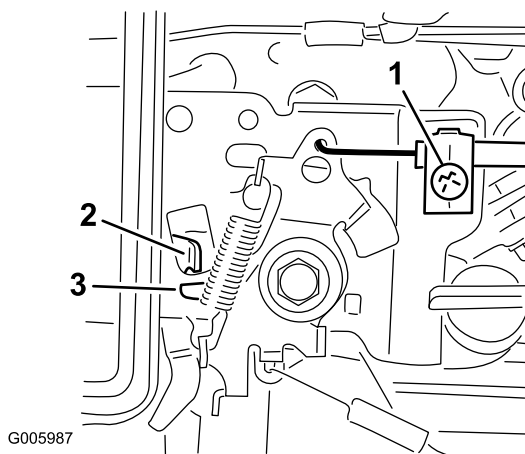

Figura 11
- C. Mueva la palanca del acelerador del motor hasta que la palanca del acelerador apenas toque la palanca del estérter (Figura 11).
- D. Apriete el tornillo de fijación (Figura 11).